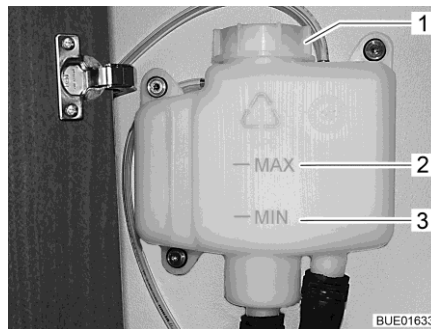

Fig. 309 Vase d'expansion sans cache
- Contrôler si le liquide se trouve entre les marques "MIN" (Fig. 309,3) et "MAX" (Fig. 309,2) sur le vase d'expansion (Fig. 309).
- Ouvrir le bouchon du vase d'expansion (Fig. 309,1).